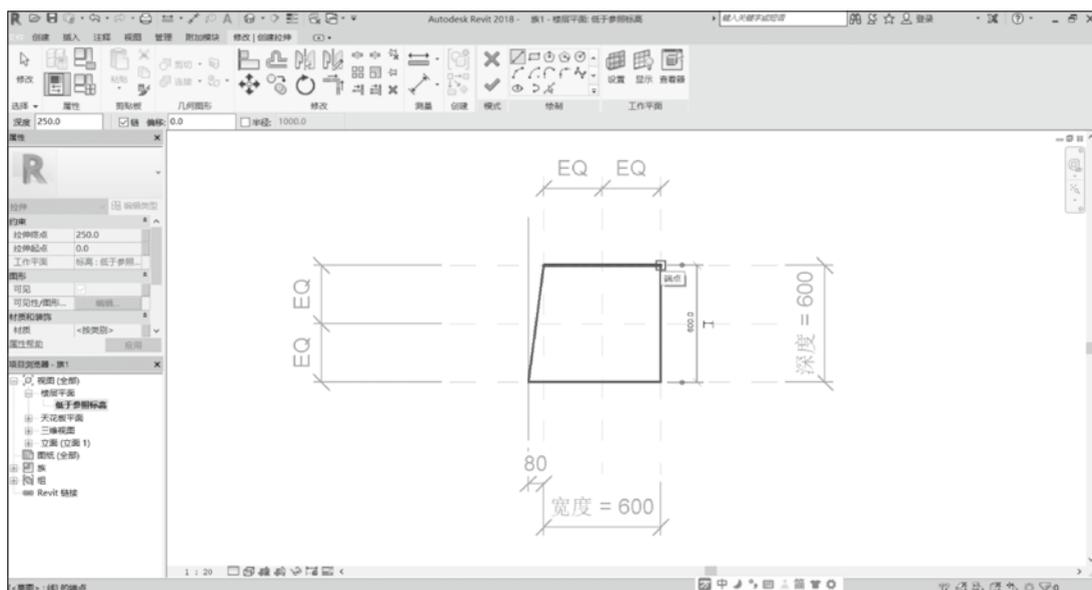

图 3.1.14 创建拉伸
(4) 单击“创建”选项卡的“形状”面板中的“拉伸”工具, 使用“修改 | 创建拉伸”上下文选项的“绘制”面板中的“直线”工具, 绘制如图 3.1.14